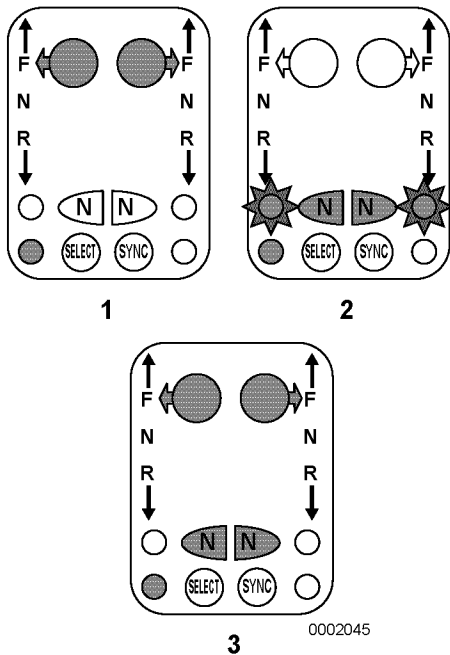

Figure 14
1. Déplacez le levier du moteur vers une position de ralenti embrayée (Forward Idle (Ralenti avant) ou Reverse Idle (Ralenti arrière)) (**Figure 14, (1)**) et appuyez sur le bouton N (point mort) (**Figure 14, (2)**) à côté de ce levier sur la tête de commande. Le voyant N (point mort) (**Figure 14, (2)**) clignotera pour indiquer que l'accélération à plage sectionnée est activée.
Ramenez le levier du moteur à une position de ralenti embrayée (Forward Idle (Ralenti avant) ou Reverse Idle (Ralenti arrière)) (**Figure 14, (3)**). Appuyez sur le bouton N (point mort) à côté du levier sur la tête de commande. Le voyant N (point mort) arrêtera de clignoter, indiquant que le mode accélération à plage sectionnée a été désactivé.